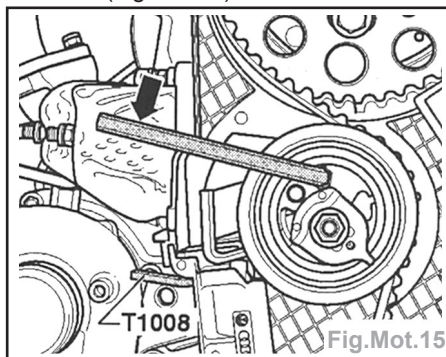

Fig.Mot.15
- Introduire une clé mâle pour six pans creux jusqu'en butée et pousser le galet (flèche) jusqu'à ce qu'il soit possible de freiner le dispositif de tension avec l'outil T 1008 (Fig.Mot.15).